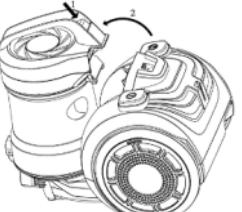

Рис. 4
- По окончании уборки выключите пылесос, нажав на клавишу включения/выключения (16), выньте вилку шнуря питания из электрической розетки.
- Для сматывания сетевого шнура нажмите на клавишу (14), во время сматывания шнура питания, придерживайте его.
- Если во время уборки необходимо сделать перерыв, выключите пылесос нажав на клавишу (16), установите щётку (1) в место «парковки» щётки (15) (рис. 4).